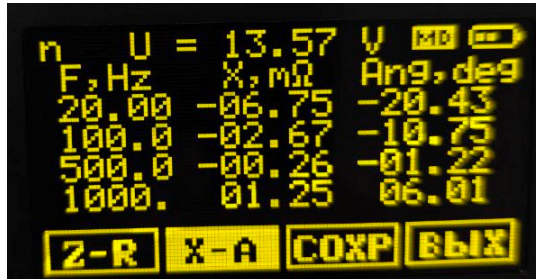

Рисунок 3.11
- экран «X-A» - для значений реактивной составляющей комплексного сопротивления и угла фазового сдвига (рисунок 3.11).